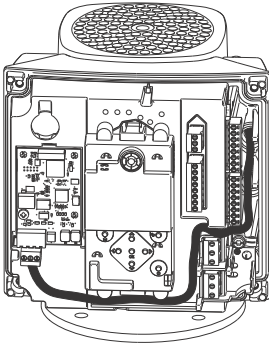

Abb. 78 Beispielhafte Kabelverlegung
8. Verlegen Sie die Kabel für das CIM-Modul. Siehe das Beispiel in Abb. 78.